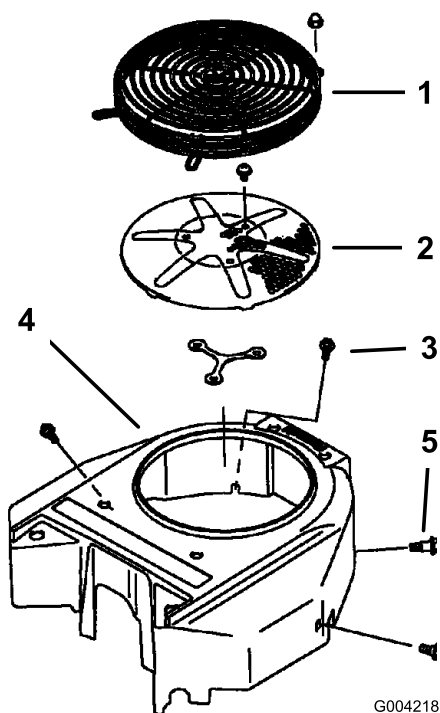

Figure 71
Avant chaque utilisation, enlevez l'herbe, les saletés et autres débris éventuellement accumulés sur la grille du moteur. Cela permet d'assurer un refroidissement et un régime moteur corrects, et réduit les risques de surchauffe et de dommages mécaniques du moteur (Figure 71).
3. Retirez la grille d'entrée d'air, le lanceur et le carter du ventilateur (Figure 71).
5. Remettez la grille d'entrée d'air, le lanceur et le carter du ventilateur (Figure 71).